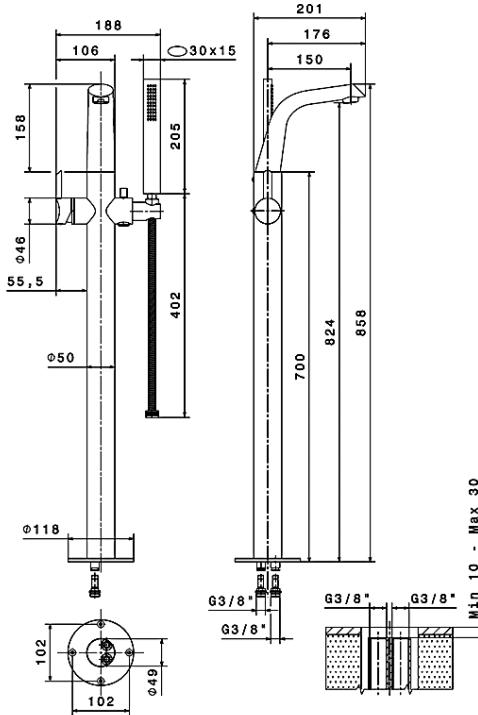

Рис.1
1. Выберите место для установки смесителя и организуйте водорозетки горячего и холодного водоснабжения, опираясь на данные рис.1.